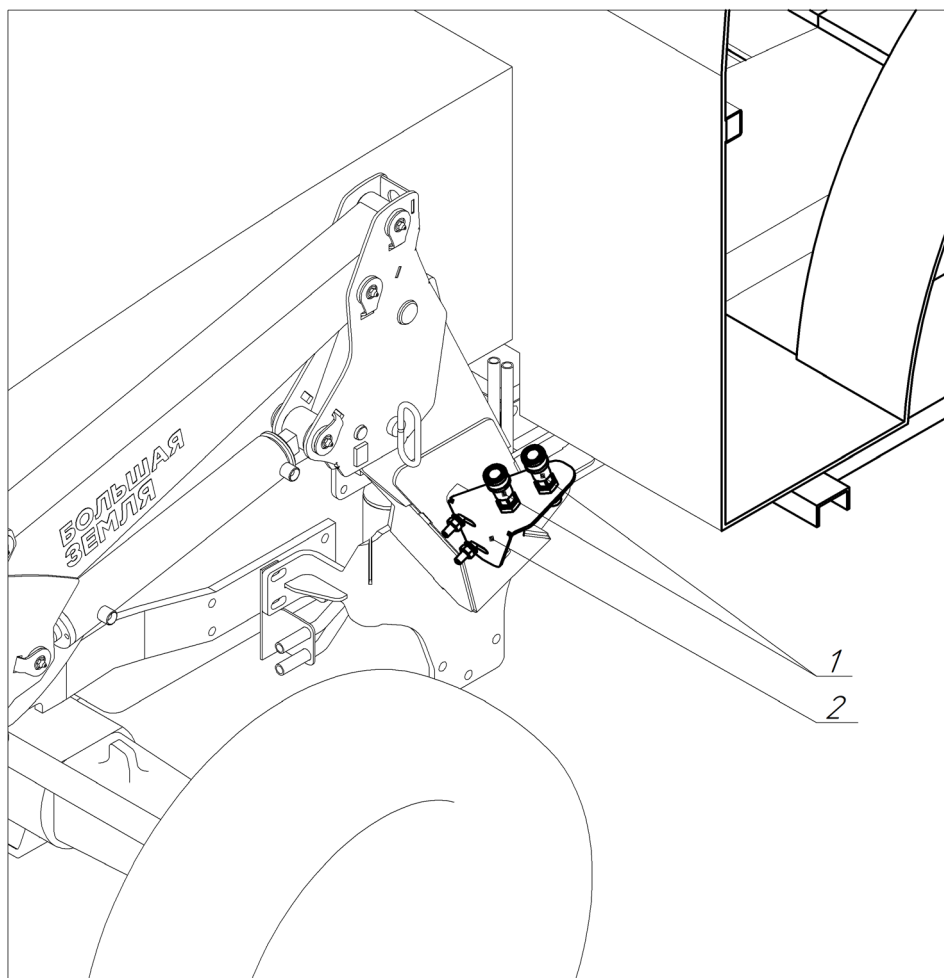

Рис. 2.4
2.1.2.3. При монтаже комплекта на трактор в исполнении без кабины установить гидрораспределитель 2 (рис. 2.4) на правое крыло трактора при помощи болтов M8. Предварительно по месту в правом крыле трактора просверлить два отверстия $\varnothing 10$.
2.1.2.7. Установить кронштейн для крепления БРС 2 (рис.2.4) на левый подрамник погрузчика при помощи болтов М10 из комплекта.